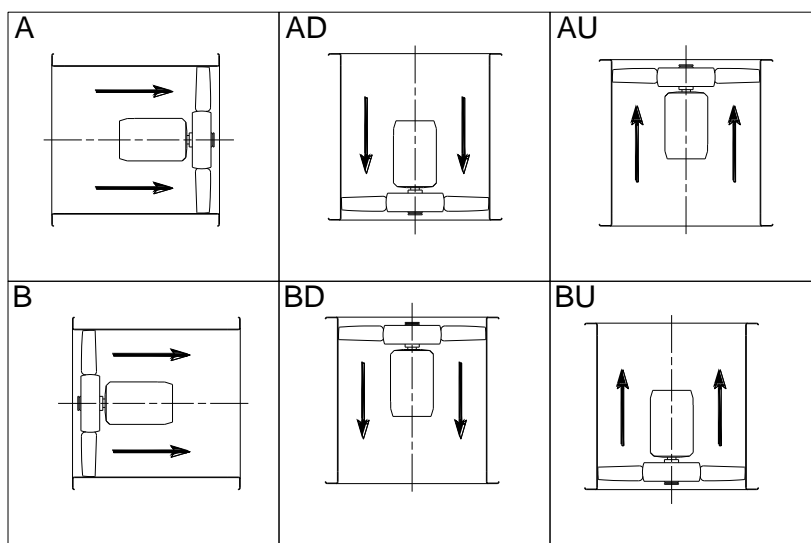

Figura 2-2 Designazione del flusso
- Flusso: in un ventilatore assiale sono individuate due direzioni per il fluido convogliato, da motore verso girante (flusso A) oppure da girante verso motore (flusso B) vedere Figura 2-2;